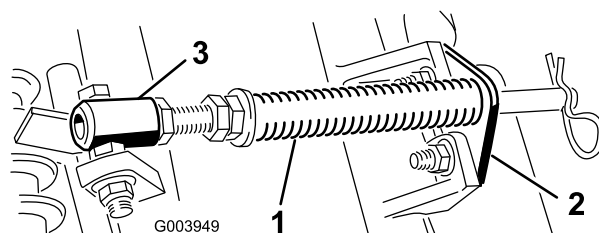

Рисунок 4
- A. Отверните два каретных болта и гайки крепления кронштейна штока к выступам режущего блока (Рисунок 4).
- B. Отверните фланцевую гайку крепления болта трубки пружины к выступу несущей рамы (Рисунок 4). Снимите этот узел.
Примечание: Головку болта следует расположить в направлении наружной стороны выступа, как показано на Рисунок 4.